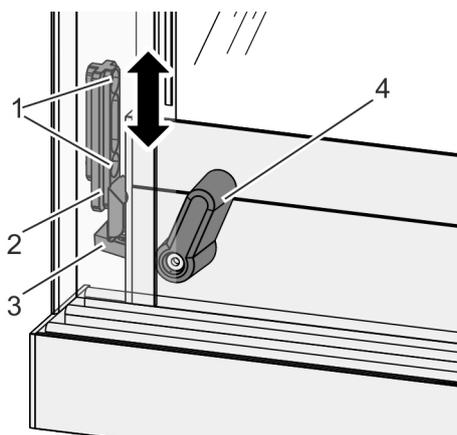

Abb. 14: Knebelgriff einstellen
2. ➤ Befestigungsschrauben am Schließblech (Abb. 14/1) lösen.
3. ➤ Schließblech (Abb. 14/2) in der Höhe so einstellen, dass die Schließklinke (Abb. 14/2) fest in das Schließblech eingreift.
4. ➤ Befestigungsschrauben am Schließblech (Abb. 14/1) leicht festschrauben.
*Der Knebelgriff (Abb. 14/4) besitzt eine Feder-rückstellung. Wenn die Glasschiebetür geschlossen wird, verschließt der Knebelgriff selbstständig.*
7. ➤ Befestigungsschrauben am Schließblech (Abb. 14/1) festschrauben.